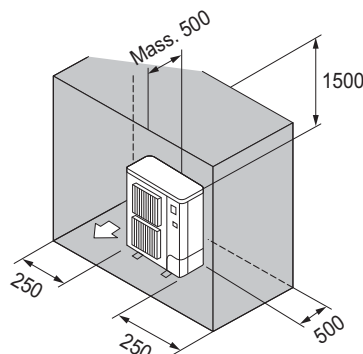

Fig. 3-10
- ⑥ Solo ostacoli posteriori, laterali e superiori (Fig. 3-10)